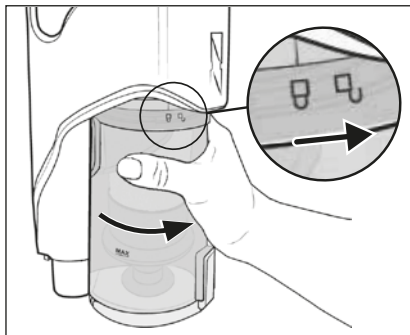

Fig. 23
- 8) Sæt støvbeholderen **6** ind i produktet igen, og drej den i retning af symbolet **⏏** (luk), indtil den sidder fast i produktet (se fig. 23).